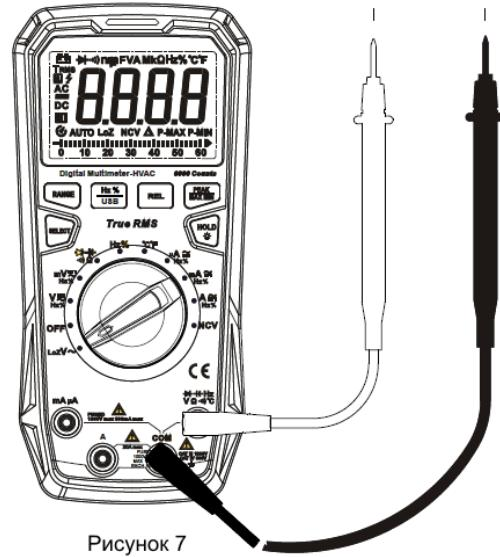

Рисунок 7
4. Режим измерения при пониженным входном сопротивлении LoZ (см. рисунок 7)